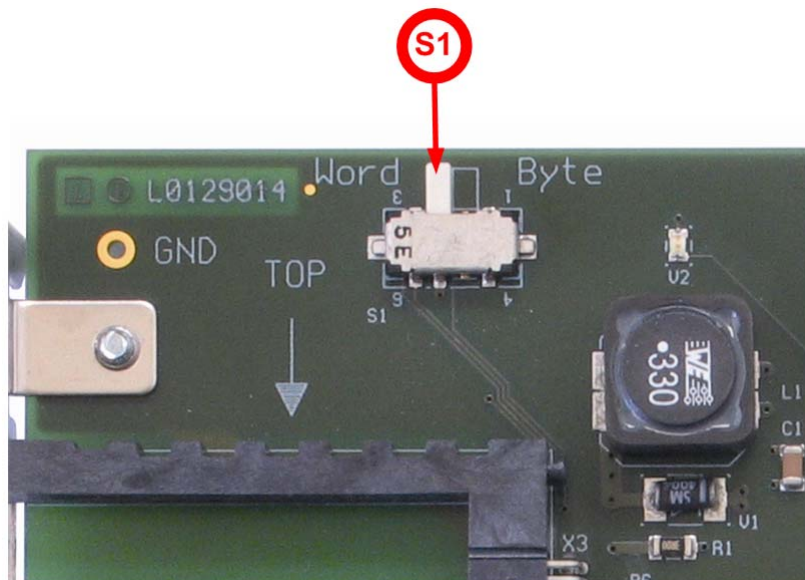

Abbildung 31: Schalter S1 der PCI-Trägerkarte CIF50-CB-COM-ABC in korrekter Stellung "Word" für comX Kommunikationsmodule
1. Schalter S1 an der PCI-Trägerkarte in Position **Word** stellen! Siehe *Abbildung 31: Schalter S1 der PCI-Trägerkarte CIF50-CB-COM-ABC in korrekter Stellung "Word" für comX Kommunikationsmodule.*